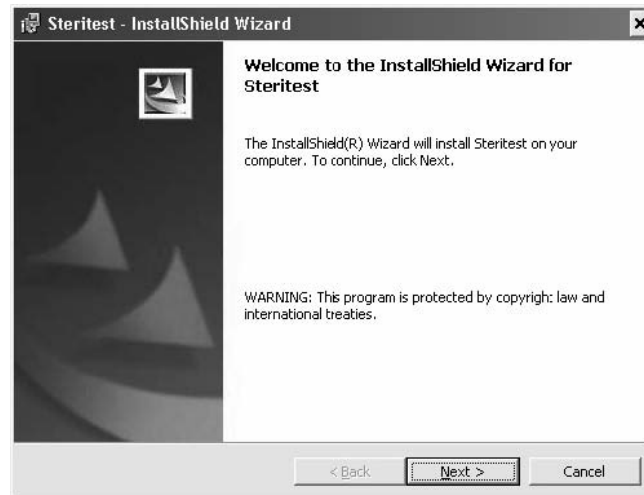

Abbildung 1: InstallShield-Assistent
3. Der Installationsassistent wird geöffnet und zeigt den Begrüßungsbildschirm (Abbildung 1) an, sobald das Programm bereit ist.